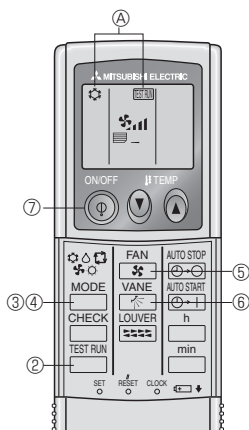

Fig. 7-2
7.2.2. Al usar el controlador remoto inalámbrico (Fig. 7-2)
- ① Encienda la unidad al menos 12 horas antes de la prueba de funcionamiento.
- ② Pulse el botón **TEST RUN** dos veces seguidas. (Inicie el procedimiento con la pantalla de estado del controlador remoto apagada.) Ⓐ Se ven en pantalla **TEST RUN** y el modo actual de funcionamiento.
- ③ Presione el botón **MODE** (☼ ☼ ☼ ☼ ☼) para activar el modo de refrigeración **cool** ☼ y compruebe si sale aire frío de la unidad.
- ④ Presione el botón **MODE** (☼ ☼ ☼ ☼ ☼) para activar el modo de calefacción **HEAT** ☼ y compruebe si sale aire caliente de la unidad.
- ⑤ Pulse el botón **FAN** ☼ y compruebe si cambia la velocidad del ventilador.
- ⑥ Presione el botón **VANE** ☼ y compruebe que el sistema automático de desviación del aire funciona correctamente.
- ⑦ Presione el botón ON/OFF para finalizar el funcionamiento de prueba.